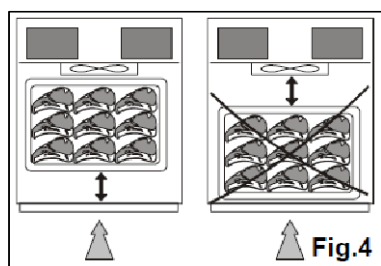

Fig.4
- * Posicionar os recipientes na parte mais próxima ao conjunto "evaporador e ventilador". (Fig.4)